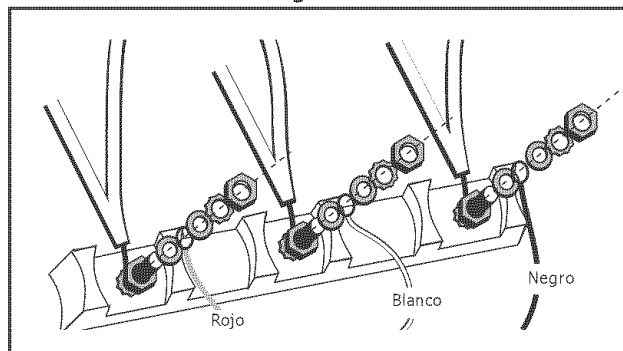

Figura 10
8. Fije el cable negro, la arandela redonda, la arandela de estrella y la tuerca EN ESTE ORDEN al poste derecho (Vea Figura 10).